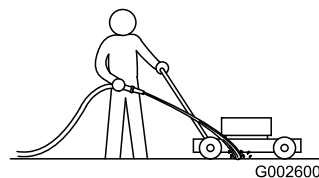

Figure 41
1. Mettez le moteur en marche lorsque la tondeuse se trouve sur une surface revêtue plane et dirigez un jet d'eau devant la roue arrière **droite** (Figure 41).